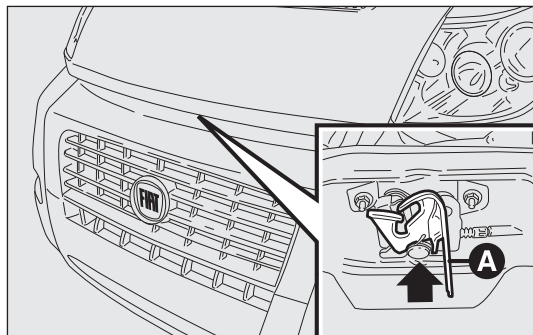

fig. 121
- tirare la levetta A-fig. 121 come indicato in figura;